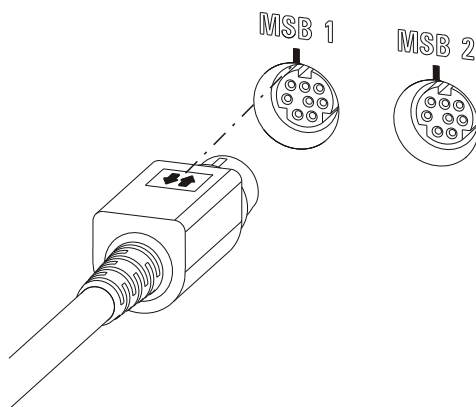

图5 MSB 接口
- 连接时请您注意 MSB 插头标有箭头的平面一侧朝向 MSB 接口的标志（参见图5，第 14 页）。